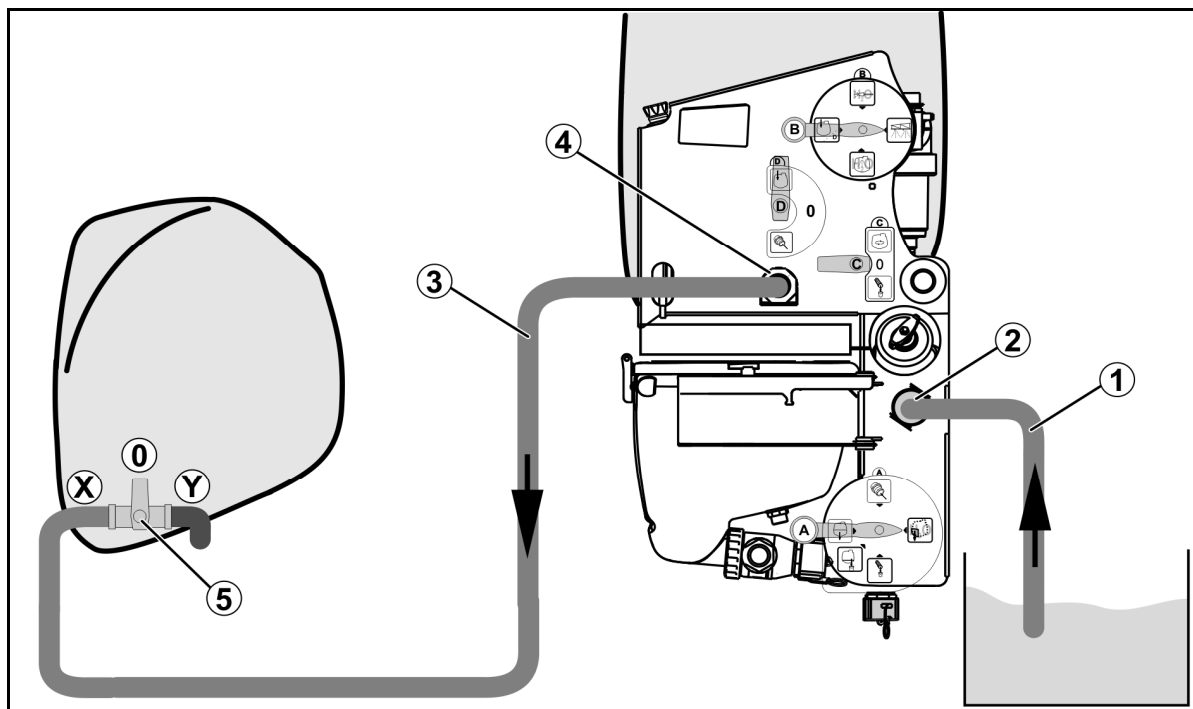

Fig. 12
- 1 . Slut sugeslangen (Fig. 12/1) til påfyldningstilslutningen (Fig. 12/2).
3. Slut forbindelsesslangen fra fronttanken (Fig. 12/3) til tilslutningen til hurtigtømning (Fig. 12/4).
4. Skiftehanen på fronttank (Fig. 12/5) i position **X**.